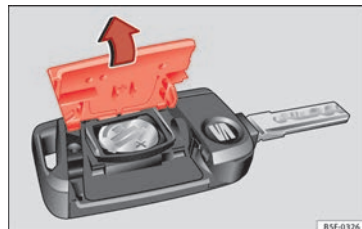

Fig. 117 Clé du véhicule : ouvrez le cache du logement des piles.
- Retirez le couvercle de la partie arrière de la clé du véhicule » fig. 117 dans le sens de la flèche » ❶.
- Placez le couvercle comme indiqué » fig. 117, et appuyez-le sur le boîtier de la clé du véhicule dans le sens contraire de la flèche jusqu'à ce qu'il s'encastre.
❶ ATTENTION